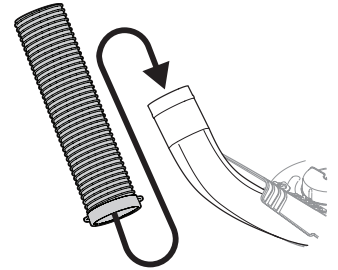

Figure 25
2. Soulevez par les poignées situées dans la partie inférieure du tube de goulotte. Faites glisser le tube de goulotte sur le coude de goulotte monté sur le plateau de coupe, comme illustré à la Figure 25.